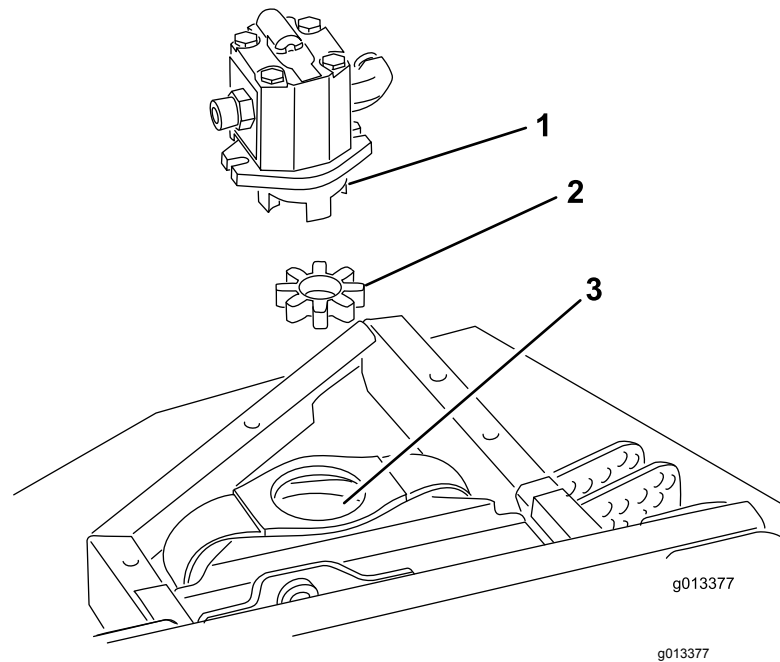

Figura 2
5. Retire la araña de enganche elastomérico del interior de cada acoplamiento de polea. Consérvela para su instalación en la nueva unidad de corte (Figura 2).
Nota: Inspeccione el cubo de enganche de la araña, y cámbielo si está desgastado (Figura 2).